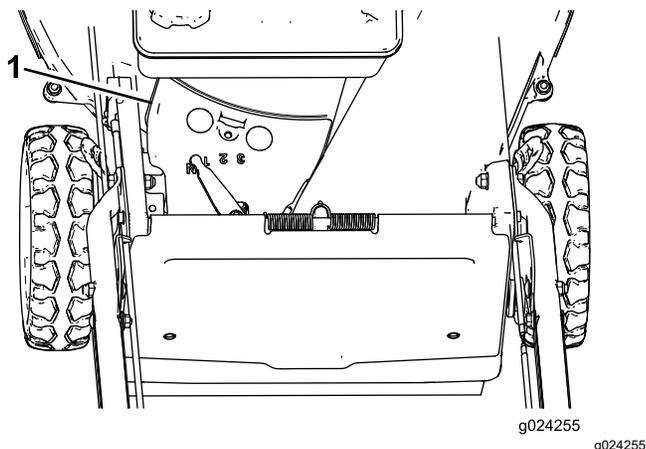

Рисунок 38
3. Снимите крышку ремня (Рисунок 38) с корпуса газонокосилки.